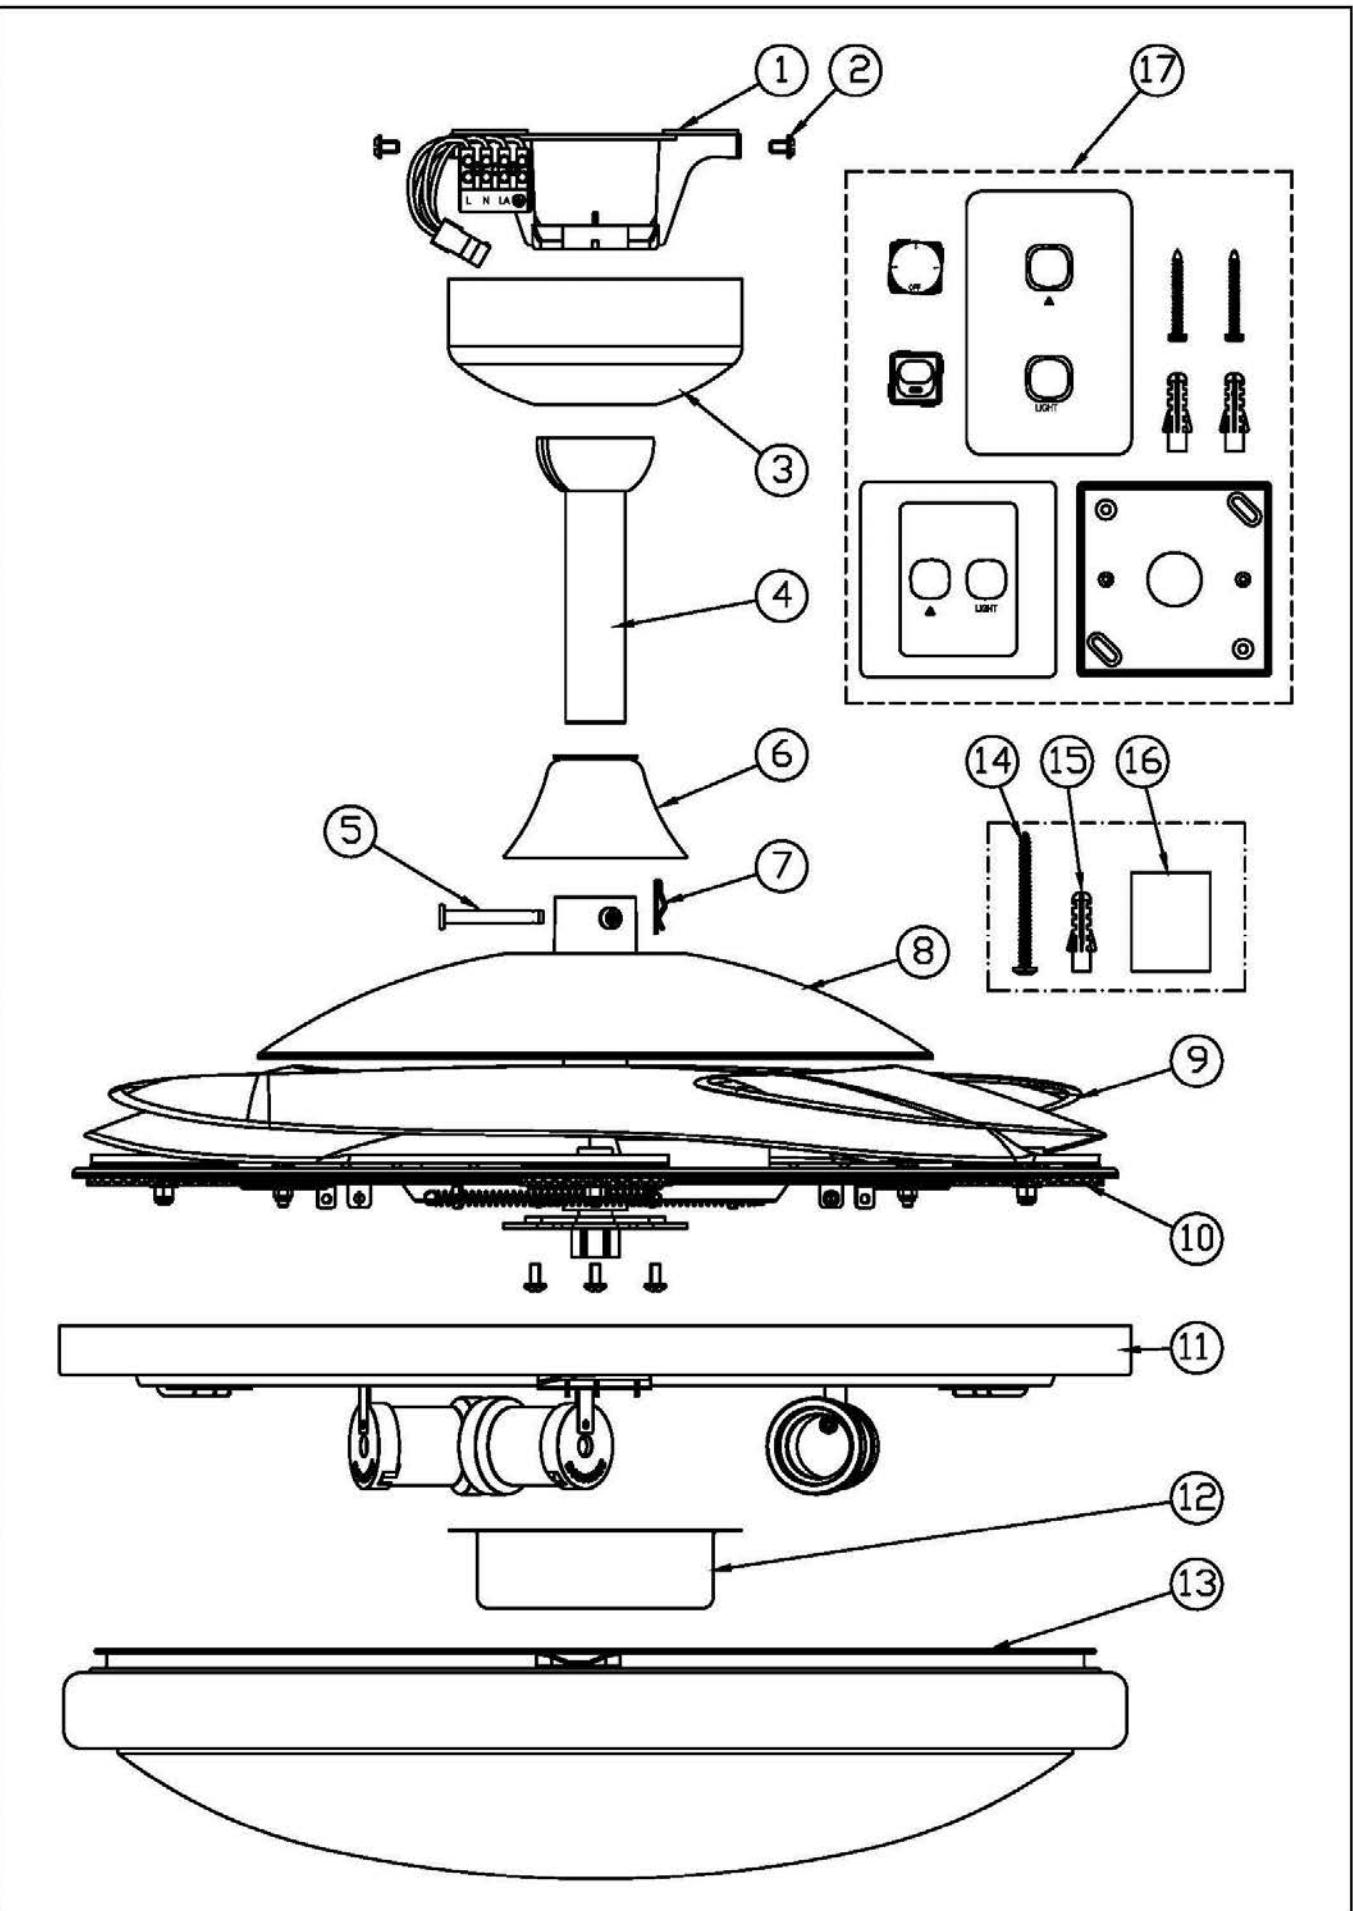

Figure 1
Déballez le ventilateur avec précaution et identifiez les différentes pièces. Veuillez vous en référer à la FIGURE 1.
- Déposez la garniture de plafond (No. 3 – Figure 1) en desserrant les deux vis pourvues de fentes.
- 1) Faites passer la tige de suspension à travers la garniture de plafond (No. 3 Figure 1) et le couvercle de goupille et clavette (No. 6 Figure 1).
- 3) Introduisez la tige de suspension (No.4 – Figure 1) dans la partie supérieure de l'unité (No.8 – Figure 1), alignez les trous de l'unité avec ceux de la tige de suspension et insérez la clavette (No.5 – Figure1). Insérez ensuite la goupille (No.7 - Figure 1) dans l'extrémité de la clavette.
- 3) Faites coulisser ensuite la garniture de plafond (No.3 – Figure 1) jusque sur le support de montage et en assurer le maintien en utilisant les trous en fentes. Alignez les 2 autres trous puis installez les deux autres vis. Serrez les quatre vis fermement.
Installez le module lumineux et vissez fermement le support luminaire (No.11-Fig.1) au ventilateur. Veillez à ne pas trop serrer les vis. Raccorder les prises mâle et femelle. Mettre le couvercle en place (No.12-Fig.1). Poser les luminaires (non fournis). Placer le dôme de verre sur le support luminaire en le tournant dans le sens des aiguilles d'une montre.